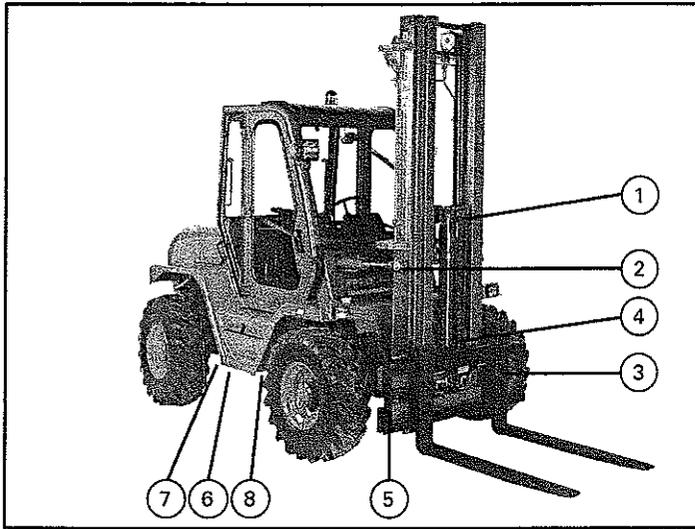

Fig. 16
PUNTOS DE ENGRASE (Fig. 16)
- b) Soltar el tapón de vaciado del depósito y vaciar todo el aceite recogiendo en un recipiente con la capacidad adecuada (Fig. 16).
- c) Soltar las bridas de aspiración y desmontar los filtros (Fig. 16). Colocar nuevos filtros. Limpiar las superficies de contacto de bridas y aplicar pasta de juntas loctite 574 ó similar y amarar bridas.
- 8) Limpiar y engrasar todas las partes indicadas como puntos de engrase (Fig. 16).